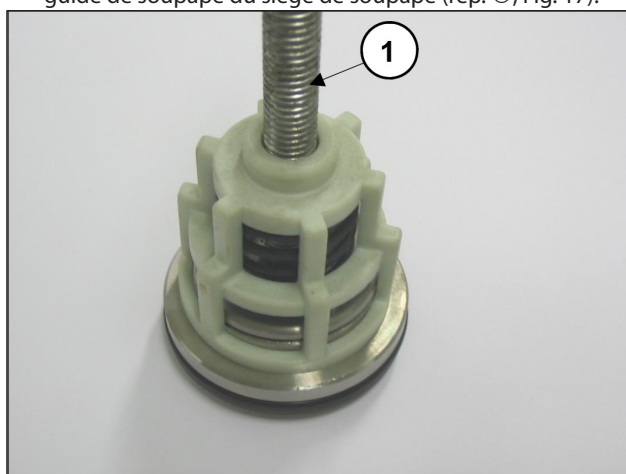

Fig. 17
- Démontez les groupes de soupape d'aspiration et de refoulement en vissant une vis M10 suffisamment longue pour pouvoir agir sur le plateau des soupapes et extraire le guide de soupape du siège de soupape (rep. ④, Fig. 17).